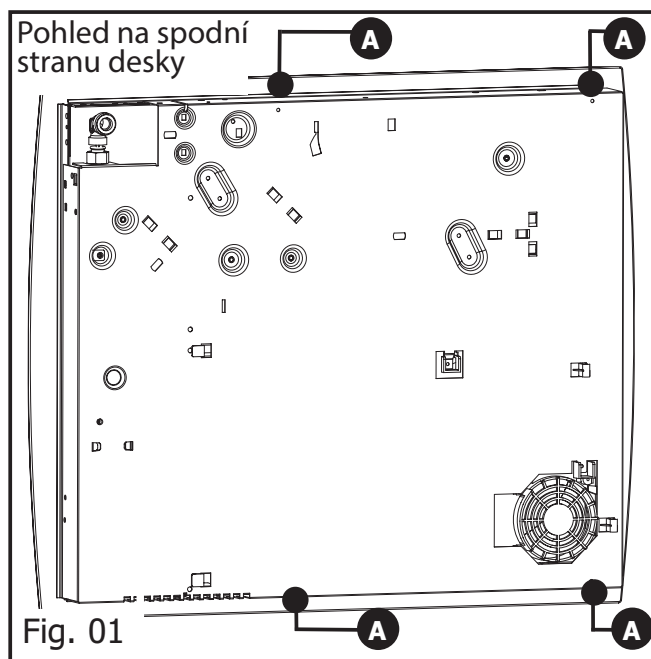

Fig. 01
V případě potřeby můžete varnou desku fixovat v instalačním otvoru pomocí čtyř dodávaných patek a šroubů (Fig. 02). Tyto patky se upevňují ke stranám nábytkového korpusu. K instalaci fixačních patek použijte výhradně otvory v plášti spotřebiče **A** určené k tomuto účelu (Fig. 01).
- Při připojování spotřebiče respektujte barevné značení vodičů na schématu (Fig. 01).